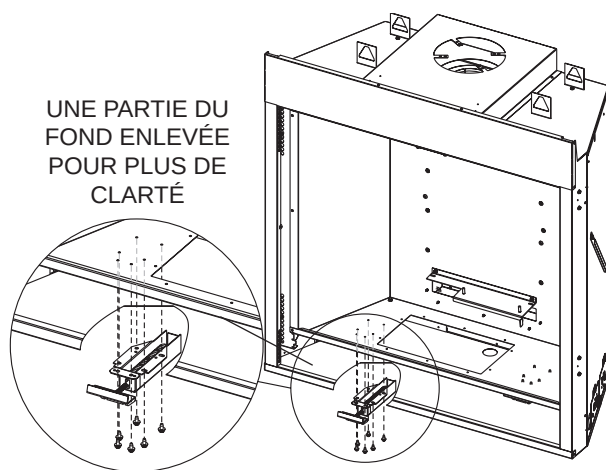

Figure 13
9. Déposer les vis n° 10 X 1/2 po fixant l'ensemble de loquet au-dessous de l'âtre et les mettre de côté. **Voir Figure 13.**
12. Reposer l'ensemble de loquet déposé à l'étape 9. **Voir Figure 13.**